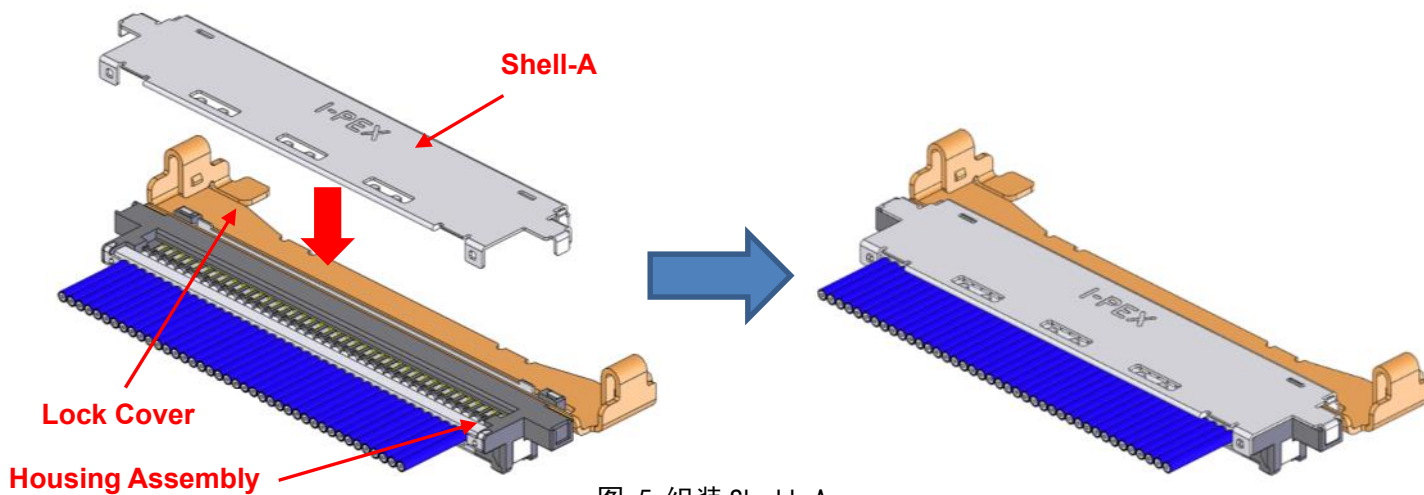

图. 5 组装 Shell-A
①如图. 5 所示，从 Housing Assembly 的上面组装 Shell-A。